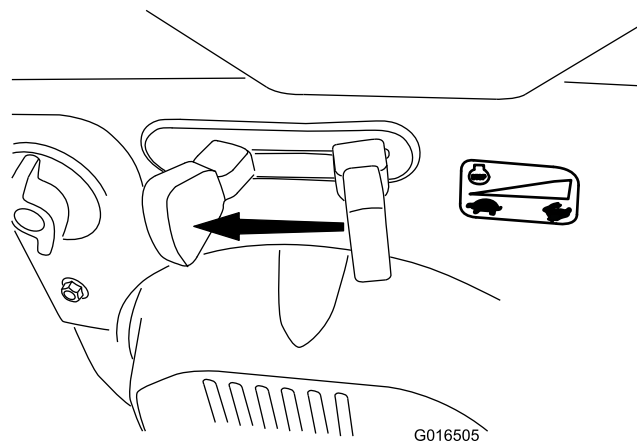

Figura 25
1. Spostate l'acceleratore in posizione di MINIMA poi in posizione di ARRESTO (Figura 25). Potete anche spegnere il motore tirando la chiave di accensione verso l'esterno nella posizione centrale.